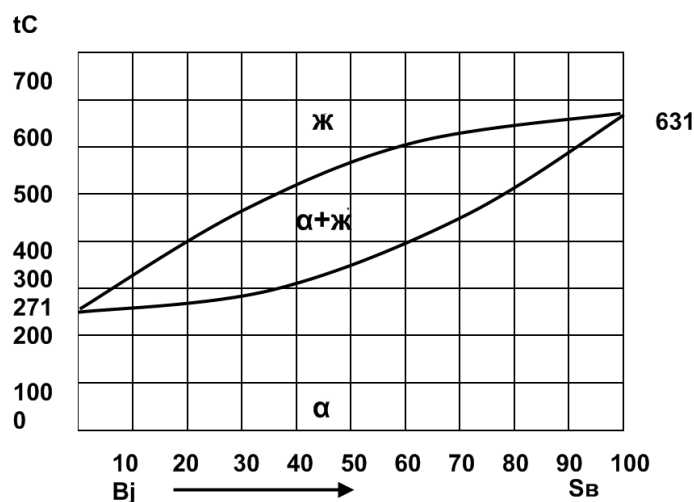

Рис. 1. Диаграмма состояния висмут – сурьма (Bi – Sb)
2. Вычертите диаграмму состояния системы висмут – сурьма. Опишите взаимодействие компонентов в жидком и твердом состояниях, укажите структурные составляющие во всех областях диаграммы состояния и объясните характер изменения свойств сплавов в данной системе с помощью правил Курнакова (рис.1).